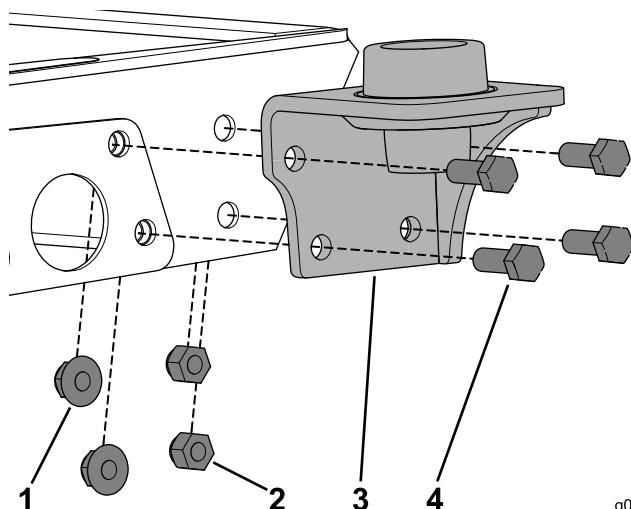

Figura 18
1. Retire os dispositivos existentes e utilize os quatro parafusos (4/8 x 1 pol.), as duas porcas flangeadas e duas porcas de bloqueio para prender a montagem na máquina (Figura 18).